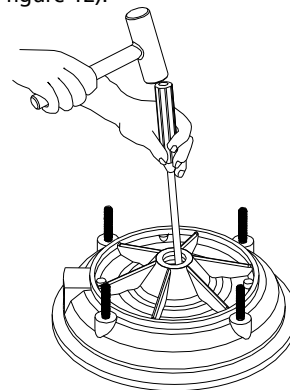

Figure 12
4. Placer le corps de la pompe à demi vers le bas sur une surface plane, puis tapoter le stationnaire à demi du joint (voir figure 12).